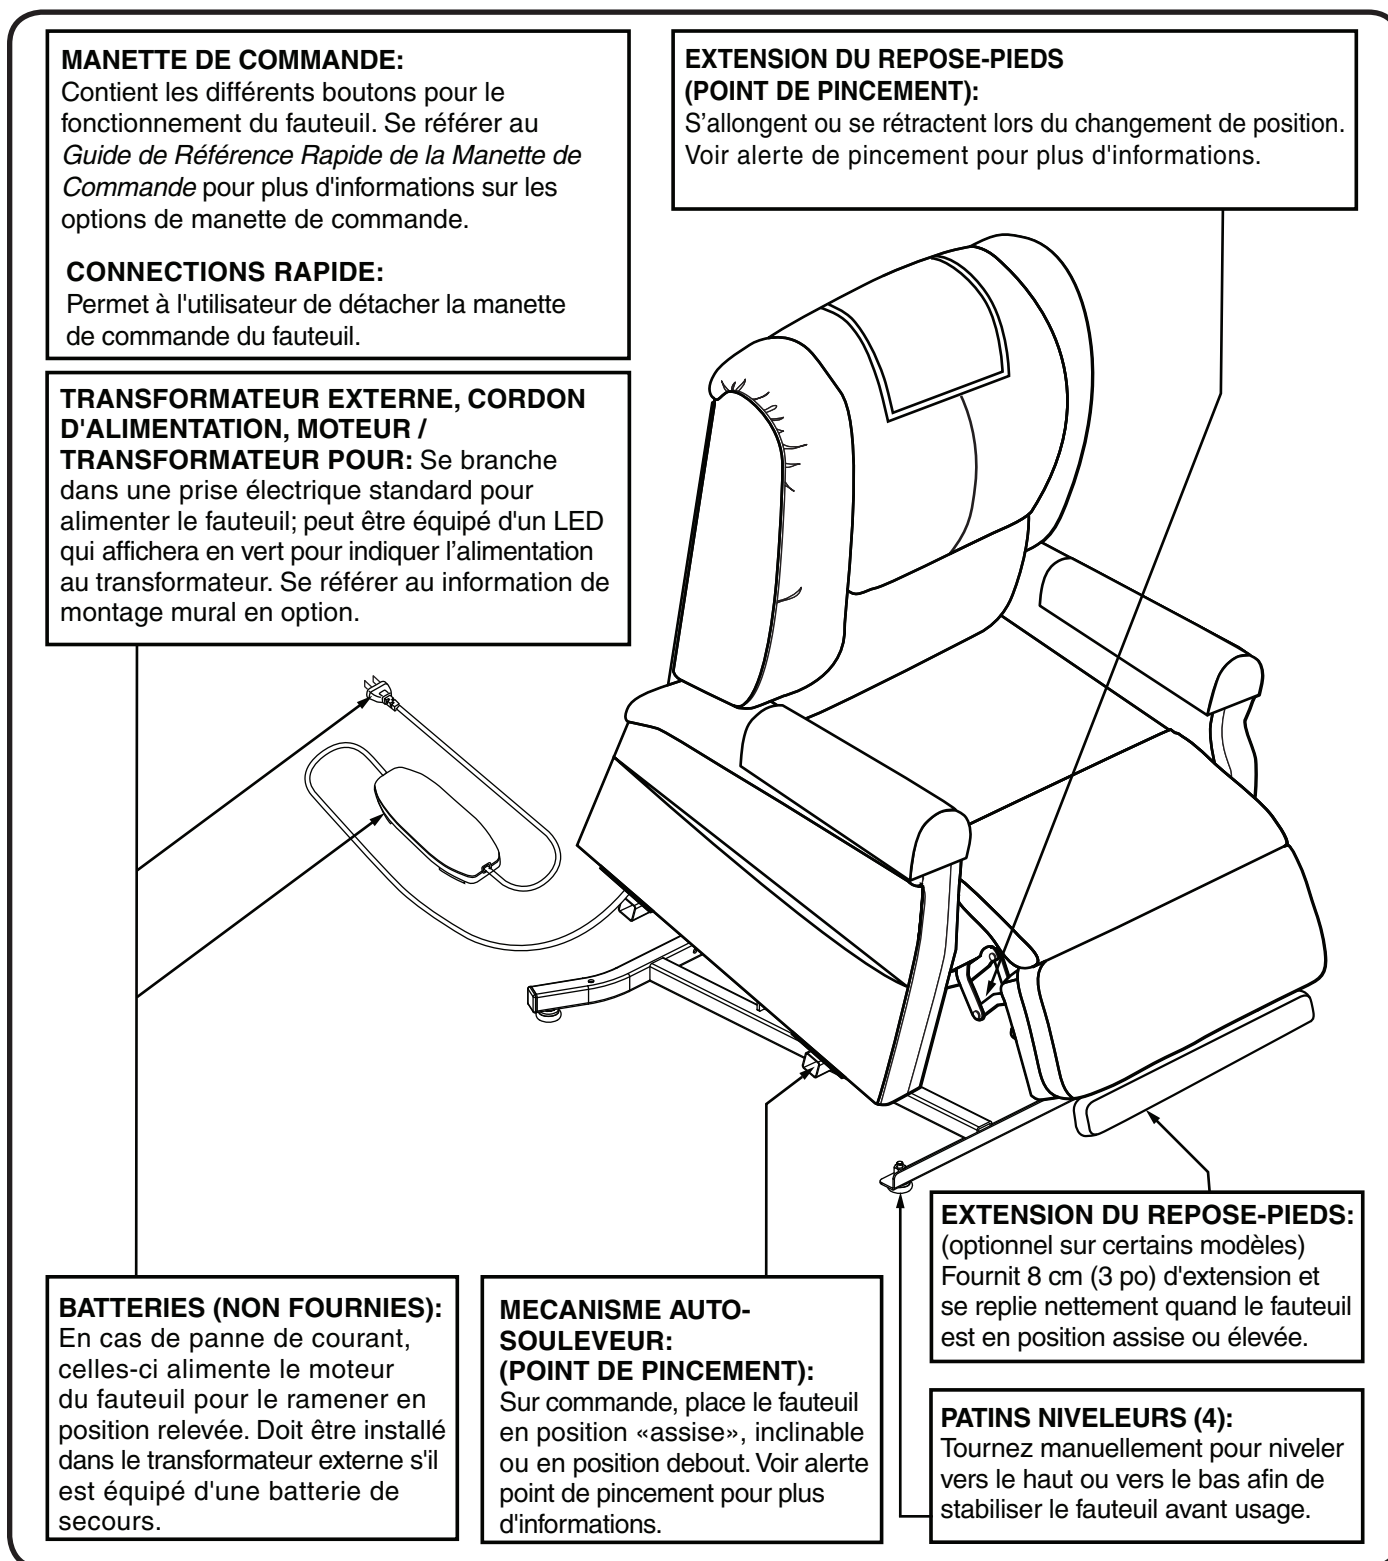

Figure 3.1 Composantes du fauteuil
Le mécanisme en ciseaux et de soulèvement possède des labels aux endroits où on peut pincer/écraser ses doigts sous le fauteuil. Gardez vos mains loin de ces endroits et assurez-vous qu'il n'y ait pas d'objet dans la trajectoire du mécanisme. **Voir la figure 3.1** pour localiser les endroits à éviter.
Les fauteuils sont équipés de plusieurs cadres et composants électriques. Généralement, les composants du châssis (ou de la carrosserie) comprennent un dossier amovible, une chaise longue, un siège, un repose-pieds, des niveleurs de jambes, un châssis élévateur et des mécanismes à ciseaux. Les composants comprennent le transformateur externe avec les câbles de connexion, le moteur, de la commande manuelle et les piles (non inclus). Reportez-vous à la **figure 3.1** et notez que les illustrations et les options énumérées peuvent ne pas refléter le type de fauteuil que vous possédez.
- Réglez les patins niveleurs pour stabiliser le fauteuil (**fig. 3.1**).